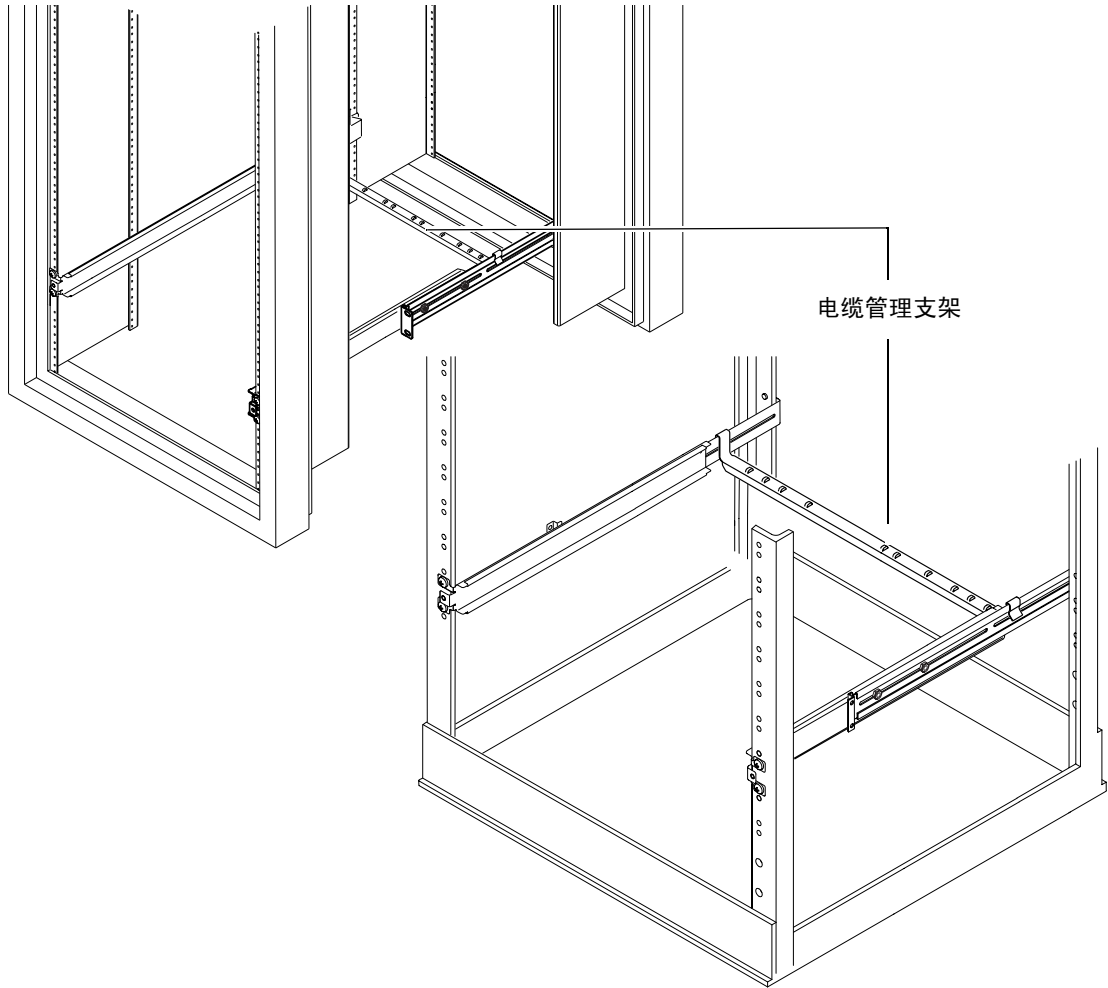

图 5-9 将电缆管理支架装配到 Sun StorEdge 或标准 19 英寸宽机架中
- 在服务器后部钩住滑板底座上面的支架（请参见图 5-9）。